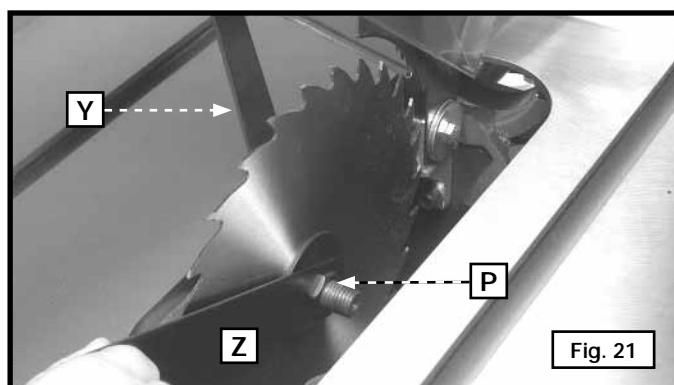

Fig. 21
12. Insérer la lame de la scie avec les dents pointant vers le bas, à l'avant de la table de la scie (fig. 21). Insérer la bride externe de la lame et l'écrou d'arbre (X). Insérer la clé à fourche (Y) sur les méplats de l'arbre, serrer l'écrou d'arbre en tournant l'extrémité polygonale de la clé (Z) en sens horaire.